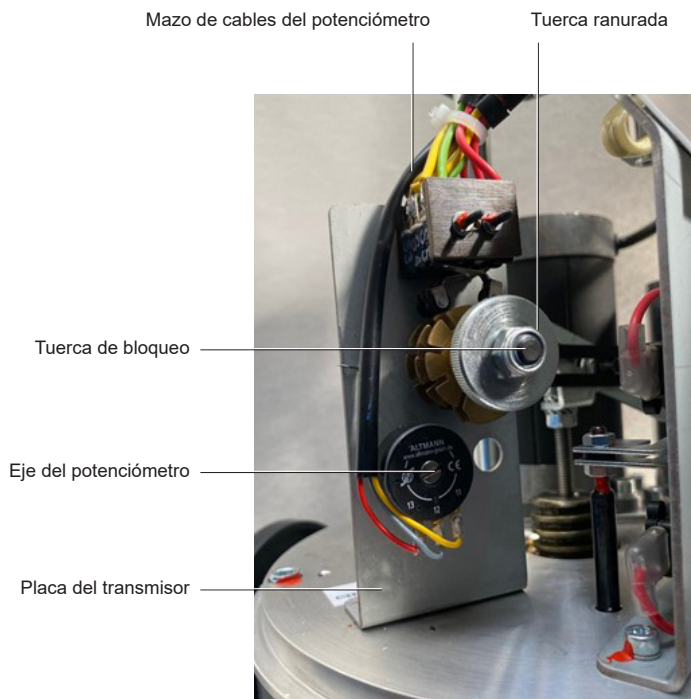

Fig. 13 Instalación y ajuste del potenciómetro (8 kN+)
- Consulte la Fig. 13 Instalación y ajuste del potenciómetro (8 kN+) para obtener información sobre el producto